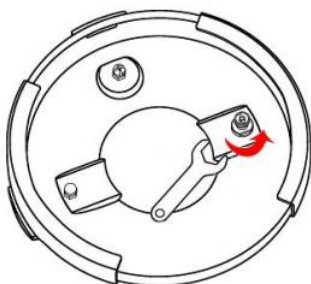
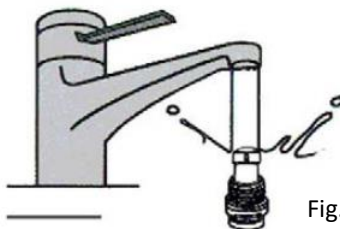

Fig.15
Fig.16
- ※ **Vanne anti-ouverture de sécurité** : Commuter la soupape de sécurité dans le sens inverse des aiguilles d'une montre avec une clé, puis la démonter (Fig. 15). Ensuite, lavez-le en le nettoyant comme Fig. 16.